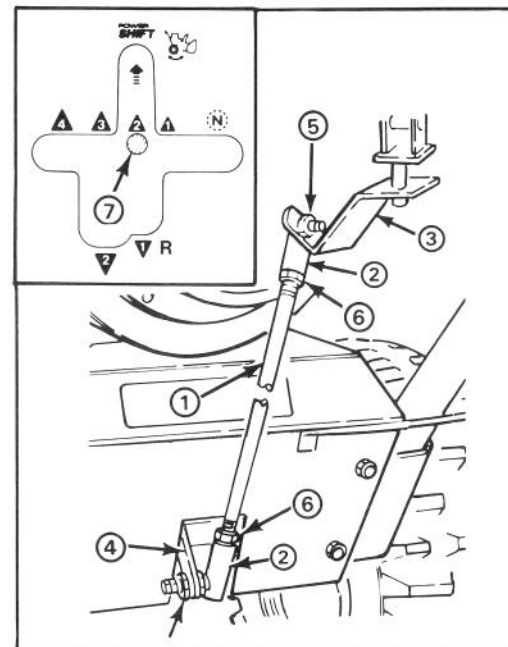

Figure 27
**Remarque :** si le levier de changement de vitesse n'est pas aligné avec la fente Power Shift sur le panneau de commande (fig. 27, illustration intérieure), il convient d'ajuster la longueur de la tige de conversion comme suit :